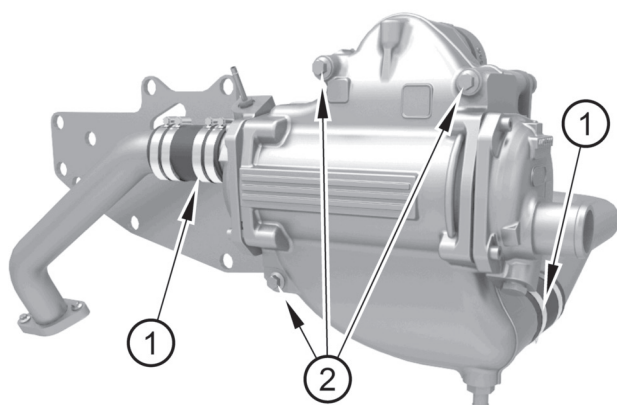

Figura 24
2. Allentare le fascette fermatubi (figura 24 voce 1).